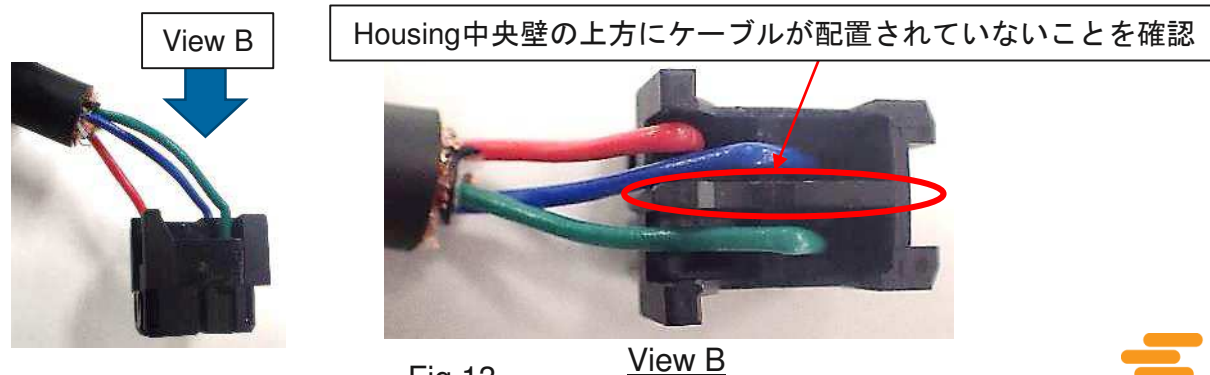

Fig.13
- 4-3.)回路 Gに対応するRec Contactを対応するInner Housingコアに挿入します。(Fig.13)
次に回路Gに対応するケーブル絶縁被覆部をFig.13に示すようにInner Housingに対し約90°曲げを行います。